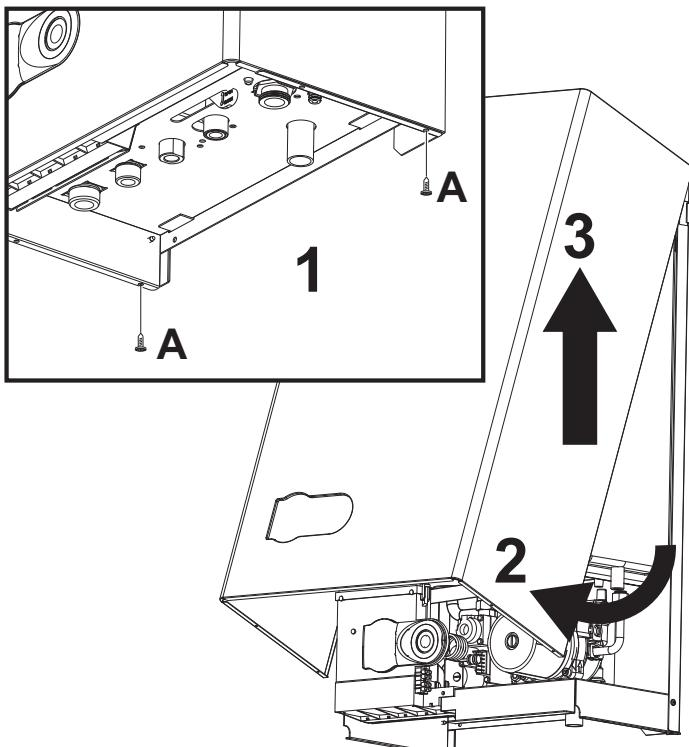

рис. 12 - Открытие кожуха
1. Отвинтите винты "A" (см. рис. 12).
2. Поверните кожух (см. рис. 12)